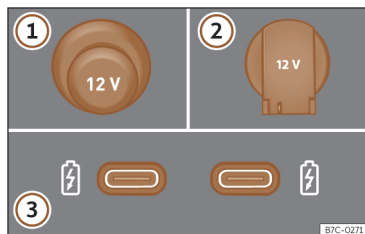

Fig. 122 Tomadas de corrente de 12 Volts do veículo
Tomadas de corrente de 12 Volts»»» **Fig. 122** :
- Retire a tampa que se encontra na consola central da tomada de corrente»» **Fig. 122**
①.
- Levante a tampa da tomada de corrente »» **Fig. 122** ②.